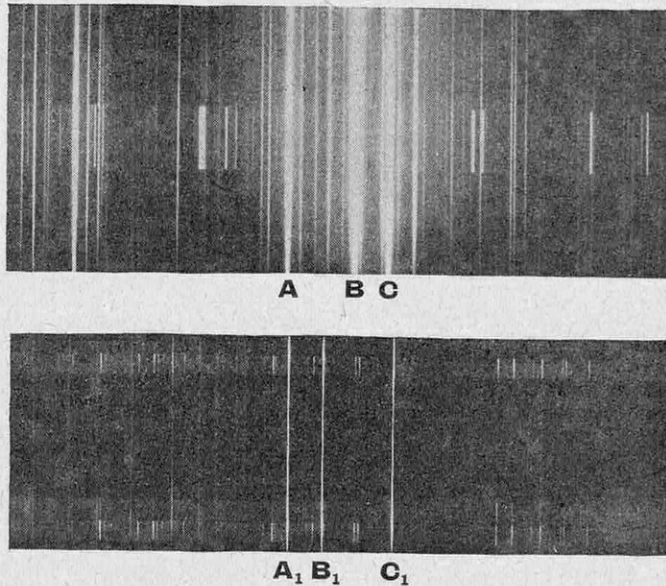

FIG. 1. — LE SPECTRE D'ARC DU RHÉNIUM COMPORTE DEUX GROUPES DE TROIS RAIES (A B C DANS L'ULTRAVIOLET,  $A_1 B_1 C_1$  DANS L'INFRAROUGE)
manganèse et, opérant par concentrations croissantes, finirent par obtenir des liqueurs où l'existence des corps nouveaux se révélait par l'analyse spectrale. Le plus abondant de ces corps était caractérisé, dans le spectre d'arc de la figure 1, par deux triplets (c'est-à-dire par deux groupes de trois raies), l'un, dans l'ultra-violet, correspondant aux longueurs d'onde 3.451,88, 3.460,47, 3.464,72 *Angströms* (1); l'autre, dans le rouge, ayant pour longueurs d'onde 6.307,71, 6.321,89, 6.350,75 *Angströms*. La connaissance de ces raies typiques guide le chimiste dans ses opérations, puisque le produit isolé est d'autant plus pur que ces raies sont plus brillantes, tandis